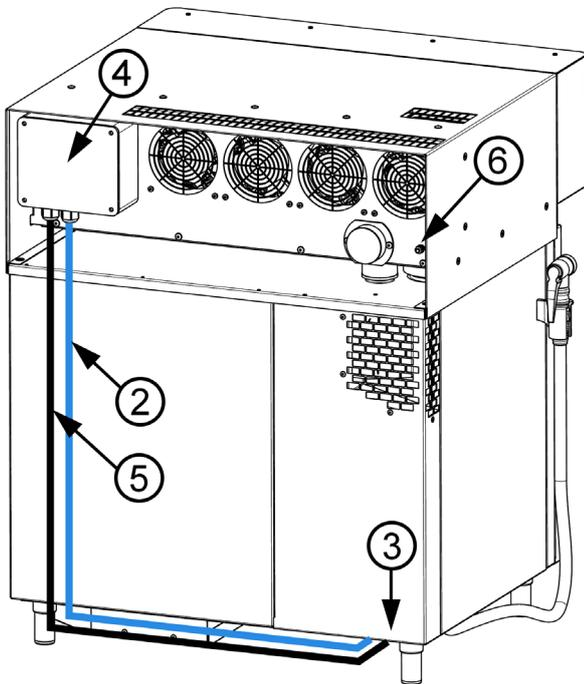

Abbildung 14: Rückseite der Haube - Typ 623
Auf der Rückseite der Haube befindet sich eine M6-Schraube (6) für Schutzkupplungen, siehe Abb. 14. Verbinden Sie diese mit einem geeigneten Kabel und stellen Sie die Schutzkupplungen her.
Auf der Rückseite der Haube befindet sich ein Kunststoffverteiler (4) mit einem UTP-Steuerkabel (2) mit Steckverbinder RJ-45 (siehe Abb. 14).
Führen Sie das UTP-Kabel (2) in Richtung der hinteren linken Ecke des Gerätesockels (3) (siehe Abb.14)
Auf der Rückseite der Haube (siehe Abb. 14) befindet sich ein Kunststoffverteiler (4), mit einem 3 x 1,5 mm2 Netzkabel (5) für den Stromanschluss.
Verlegen Sie das Netzkabel (5) vom Kunststoffverteiler (4) direkt nach unten in Richtung der hinteren linken Ecke des Gerätesockels (3) (siehe Abb. 14).